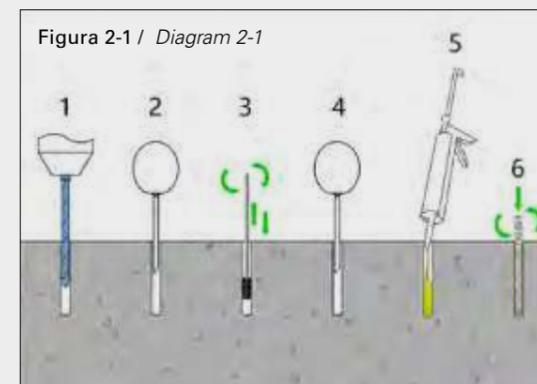

Figura 2-1 / Diagram 2-1
Posizionare le Barre filettate (M) come da istruzioni riportate di seguito e come mostrato nella Figura 2-1.
- 5 - Distribuire l'Ancorante chimico (P) all'interno del foro, ritraendo il beccuccio man mano che il foro viene riempito.
- 6 - Inserire immediatamente la Barra filettata (M) nel foro. Questa operazione deve essere eseguita lentamente effettuando una leggera torsione.
- 7 - Rimuovere l'Ancorante chimico (P) in eccesso dall'apertura del foro.